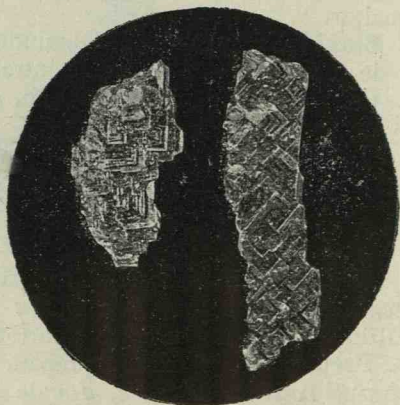

Fig. 197. Cristale de bismut din colecția laboratorului de chimie neorganică.
**Proprietăți.** E solid, alb, bătând în roșu, cu strălucire metalică. Se sparge lesne. Are densitatea 9,823. Se topește la 286°3, și distilă pe la 1300°. Cristalizează în romboedrii, foarte apropiați de cub și formează grupe, care seamănă cu niște dărâmături, fig. 197. La temperatura ordinară nu se oxidează în aer; încălzit se oxidează transformându-se în  $\text{Bi}_2\text{O}_3$ .